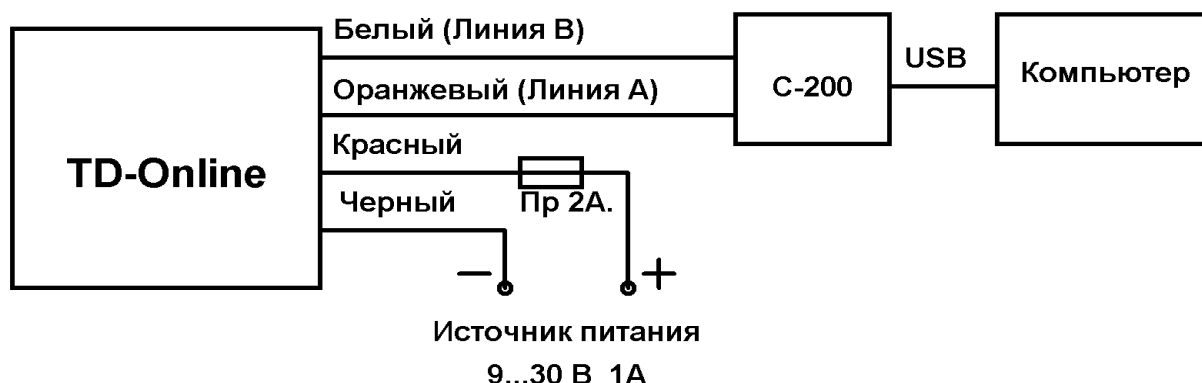

Рис.3. Подключение изделия при настройке и калибровке.
- подключить изделие в соответствии с рис.3 (подключение при настройке и калибровке).
подключить изделие в соответствии с рис.3